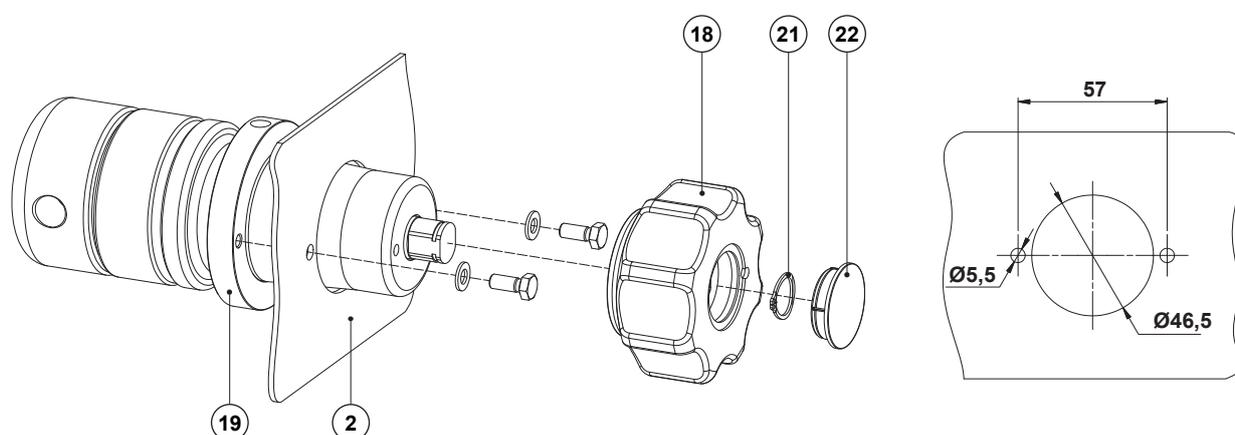

Abb. 2 - Verfahren zur Montage der Schalttafel
1. Bohren Sie die Plattenoberfläche gemäß Abb. 2.
2. Abdeckmutter (22), Wellenring (21) und Einstellknopf (18) vom Regler entfernen.
3. Die Abdeckung des Reglers (2) durch den Ausschnitt $\varnothing 46,5$ mm einführen, die Löcher des Befestigungsringes (19) auf die Löcher der Schalttafeloberfläche ausrichten und den Regler mit zwei M5-Unterlegscheiben und Schrauben (nicht